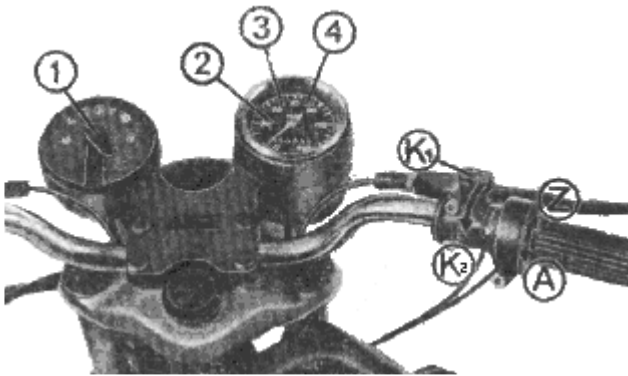

Bild 2. Instrumente (Standardausführung) und Kaltstarteinrichtung
4. **Bei kaltem Motor:** Kaltstarteinrichtung öffnen (Bild 2).